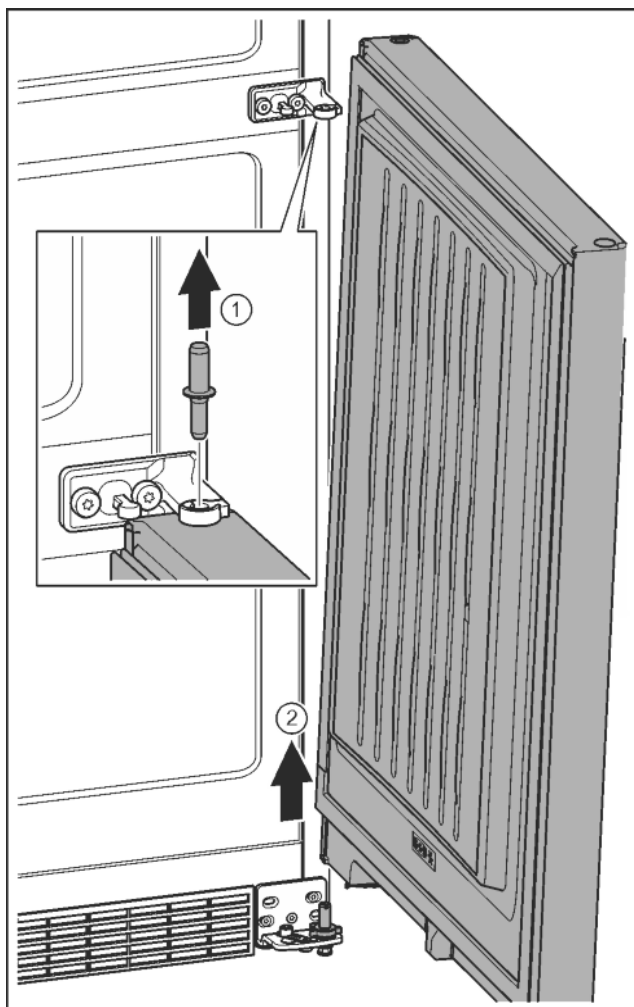

Fig. 12
- ▶ Извлечь пальцы движением вверх. Fig. 12 (1)
- ▶ Отклонить дверь, приподнять вверх и отставить в сторону. Fig. 12 (2)